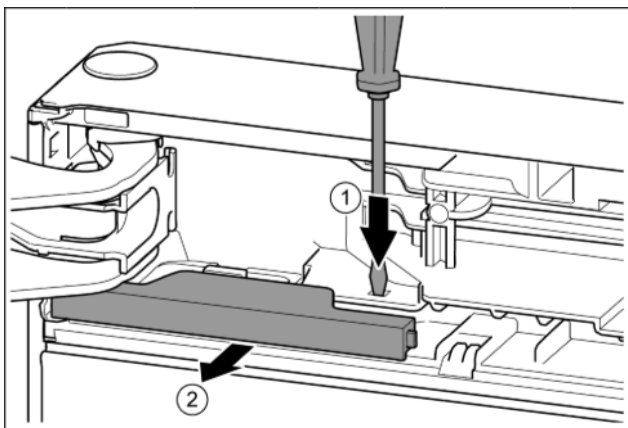

Fig. 11
- ▶ Нажать накладку шлицевой отвёрткой. *Fig. 11 (1)*
- ▶ Вынуть крышку из зацепления. *Fig. 11 (2)*